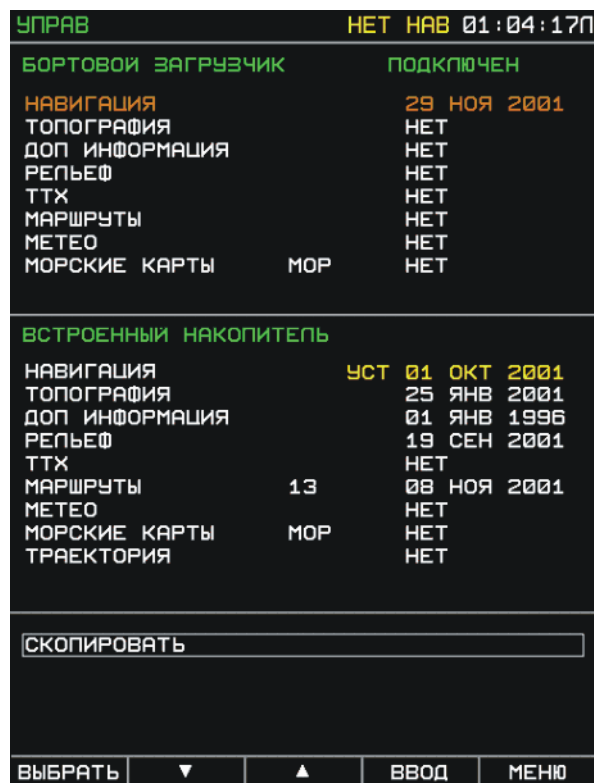

Рис. 31. Запуск процесса обновления навигационной базы данных
6. В нижнем поле появляется надпись **СКОПИРОВАТЬ** (Рис. 31)
7. Манипулятором курсора или кнопками ∇ или Δ подсветить строку надписью **СКОПИРОВАТЬ** и нажать кнопку **ВВОД** (Рис. 31).